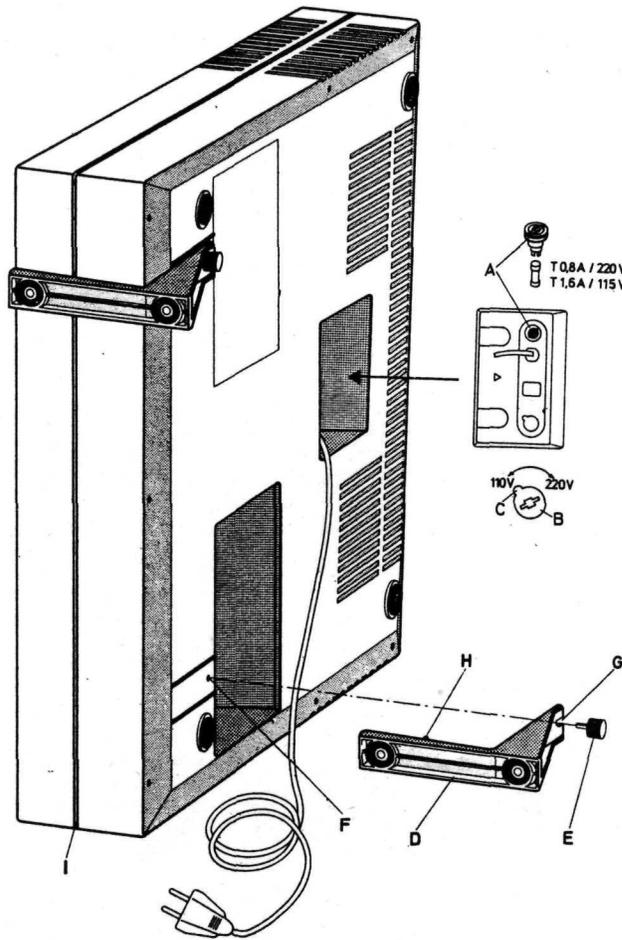

Abb. 1
Das Netzkabel ist fest mit dem Gerät verbunden und wird an der Geräteunterseite herausgeführt (siehe Abb. 1). Vor Anschluß an das Lichtnetz ist dessen Spannung festzustellen.
1.5 Montage der Stellfüße für Senkrechtbetrieb (siehe Abb. 1)